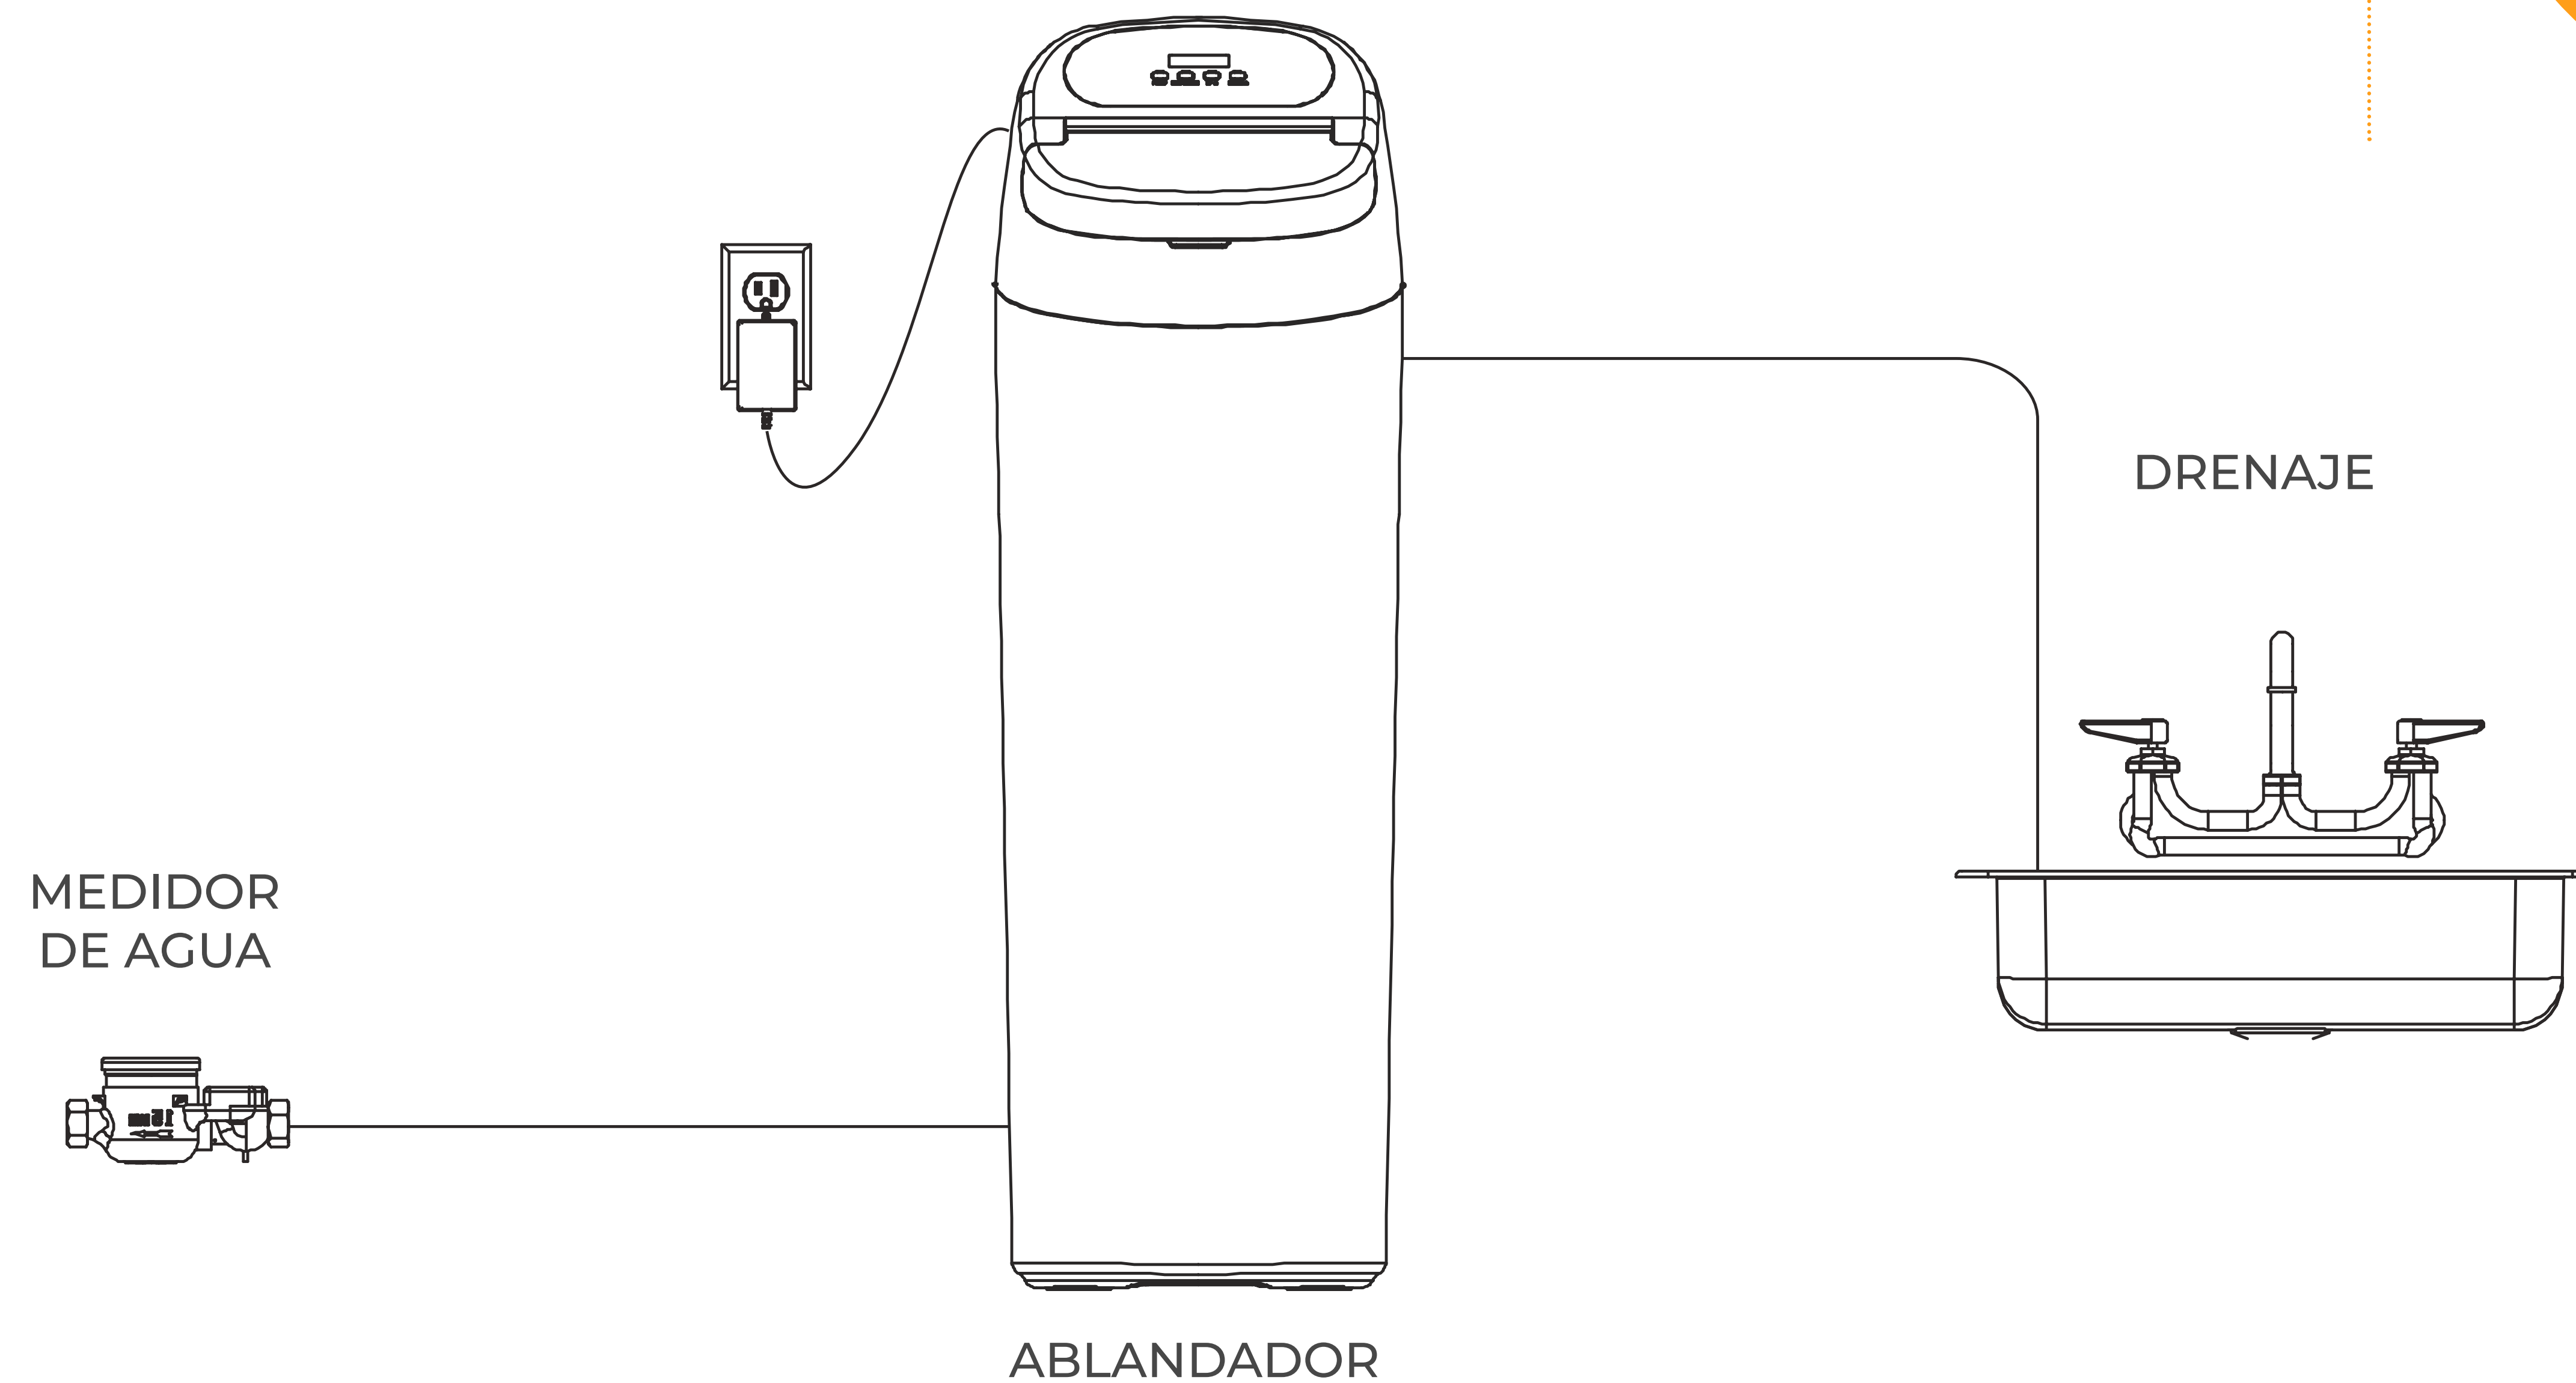

FIG. 1
3. Instalar en relación directa con otros equipos de acondicionamiento de agua (Ver Fig. 1).
7. Determine si es necesario instalar cañerías adicionales si se trata de un suministro de agua comunitario, un suministro de agua público o si desea desviar el agua utilizada para una bomba de calor geotérmica, el riego del césped, los edificios anexos u otras aplicaciones de alta demanda (consulte la Fig. 1).